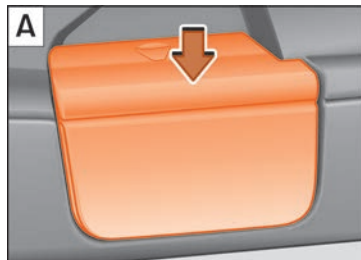

Abb. 142 Abdeckung der Aufnahme der Gepäckraumabdeckung abnehmen A und sicher verstauen B.
- Abdeckungen der Aufnahmen in den Seitenverkleidungen abnehmen »» **Abb. 142 A**. Dazu von oben auf die Abdeckung drücken (Pfeil) und Abdeckung abziehen.
- Öffnen Sie das Ablagefach in der Seitenverkleidung hinten links im Gepäckraum »» **Seite 166** und hängen Sie die Gepäckraumabdeckung an der Rückseite des Ablagefachdeckels ein »» **Abb. 142 B**.